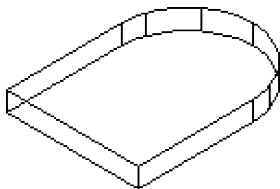
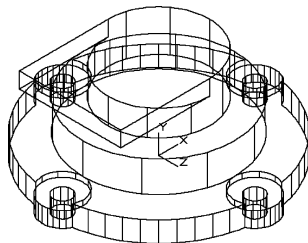

图 13-87 壳体中部
图 13-88 并集壳体中部后的实体
(1) 单击“三维工具”选项卡“建模”面板中的“长方体”按钮，在实体旁边，创建长为 35、宽为 40、高为 6 的长方体。
(2) 单击“三维工具”选项卡“建模”面板中的“圆柱体”按钮，以长方体底面右边中点为圆心，创建直径为 40、高为 -6 的圆柱体。
(3) 单击“三维工具”选项卡“实体编辑”面板中的“并集”按钮，将实体进行并集运算，如图 13-87 所示。
(4) 单击“默认”选项卡“修改”面板中的“复制”按钮，以创建的壳体中部实体底面圆心为基点，将其复制到壳体底座顶面的圆心处。
(5) 单击“三维工具”选项卡“实体编辑”面板中的“并集”按钮，将壳体底座与复制的壳体中部进行并集运算，如图 13-88 所示。